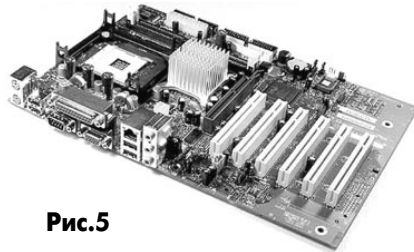

Рис.5
**Intel D845GEBV2 (рис.5).** Это пример платы с интегрированной графикой. Очень компактная (около 20 см в ширину) плата предоставляет нам необходимый